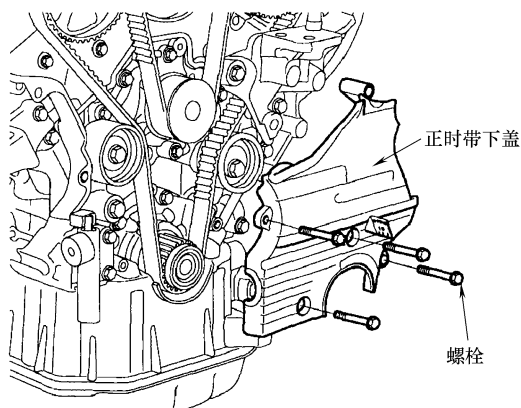

图 31-37 拆卸螺栓和正时带下盖
11) 拆卸 4 个螺栓和正时带下盖, 如图 31-37 所示。